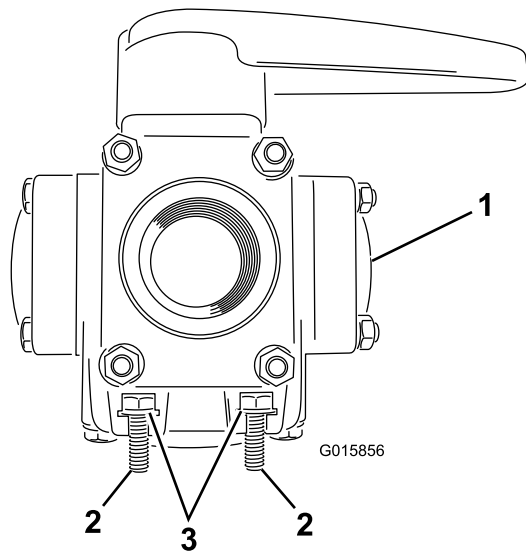

Bild 15
2. Setzen Sie vier Schrauben (6 mm) und vier Scheiben (6 mm) in die Schlitze am Vierwegeventil ein (Bild 15).